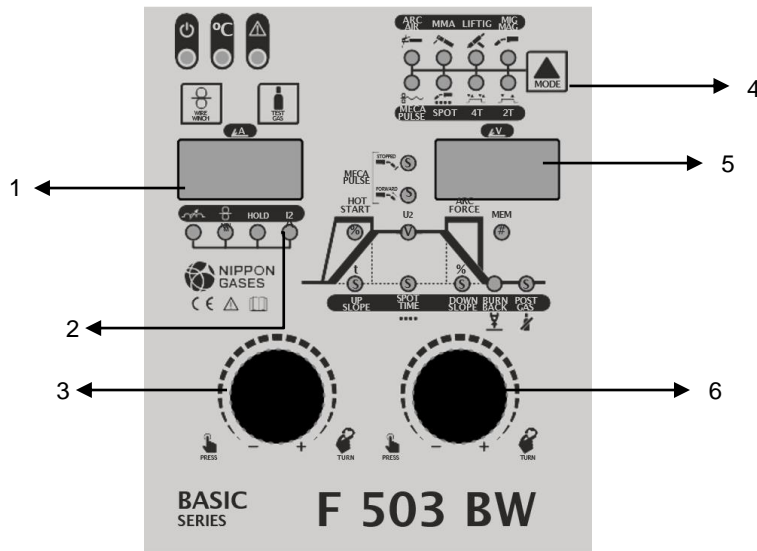
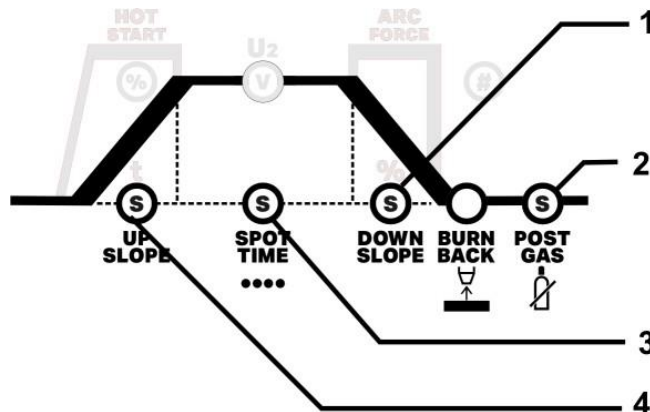

Fig.11
Fig.12
- Seleccionar modo de soldadura TIG con modo de antorcha a 2 Tiempos (cuando encendidos los LEDs TIG y 2T), con modo de antorcha a 4 Tiempos (cuando encendidos los LEDs TIG y 4T) o con modo SPOT (cuando encendidos los LEDs TIG y SPOT) en el selector de modo 4 (Fig.11).
| 2 - Fig. 11 | $I_2$      | Regular la corriente de soldadura LED 2 - Fig.11 a través del botón izquierdo 3 (fig.11). Durante la soldadura, este parámetro está continuamente activo (girando el botón izquierdo (Fig. 11), la corriente de soldadura se ajusta.          |
| 4 - Fig. 12 | UP SLOPE   | Ajustar el tiempo UP SLOPE (subida de la corriente) en segundos, presionando el botón derecho 6 (Fig.11) hasta que se encienda el LED 4 (Fig.12).   |
| 1 - Fig. 12 | DOWN SLOPE | Regular el tiempo DOWN SLOPE (rampa de bajada de corriente para tratamiento de cráter) en segundos, presionando el botón derecho 6 (Fig.11) hasta que se encienda el LED 1 (Fig.12).  |
| 2 - Fig. 12 | POST GAS   | Regular el tiempo del POST GAS (flujo de gas después de la soldadura, que protege el cordón de soldadura de oxidación y enfriando la antorcha) en segundos, presionando el botón derecho 6 (Fig. 11) hasta que se encienda el LED 2 (Fig. 2). |
| 3 - Fig. 12 | SPOT       | Ver capitulos siguientes  |
\* 2T - Cuando el gatillo de la antorcha (Torch trigger) es presionado, el gas comienza a fluir hasta que el soldador efectúe la ignición por LIFTIG (ver Fig.11) y el arco se establece. La corriente sube de acuerdo con el tiempo UPSLOPE para el valor ajustado de  $I_2$ . Cuando el gatillo de la antorcha es liberado, la corriente disminuye de acuerdo con el valor ajustado de DOWNSLOPE, el arco se apaga y el tiempo POST GAS comienza.
\*\* 4T - Cuando el gatillo de la antorcha (Torch trigger) es presionado, el gas comienza a fluir hasta que el soldador efectúe la ignición por LIFTIG (ver Fig.11) y el arco se establece. Se puede, liberar el gatillo. La corriente sube de acuerdo con el tiempo UPSLOPE para el valor ajustado de  $I_2$ . Cuando el gatillo de la antorcha es presionado, la corriente disminuye de acuerdo con el tiempo ajustado de DOWNSLOPE, el arco se apaga y el tiempo POST GAS comienza.